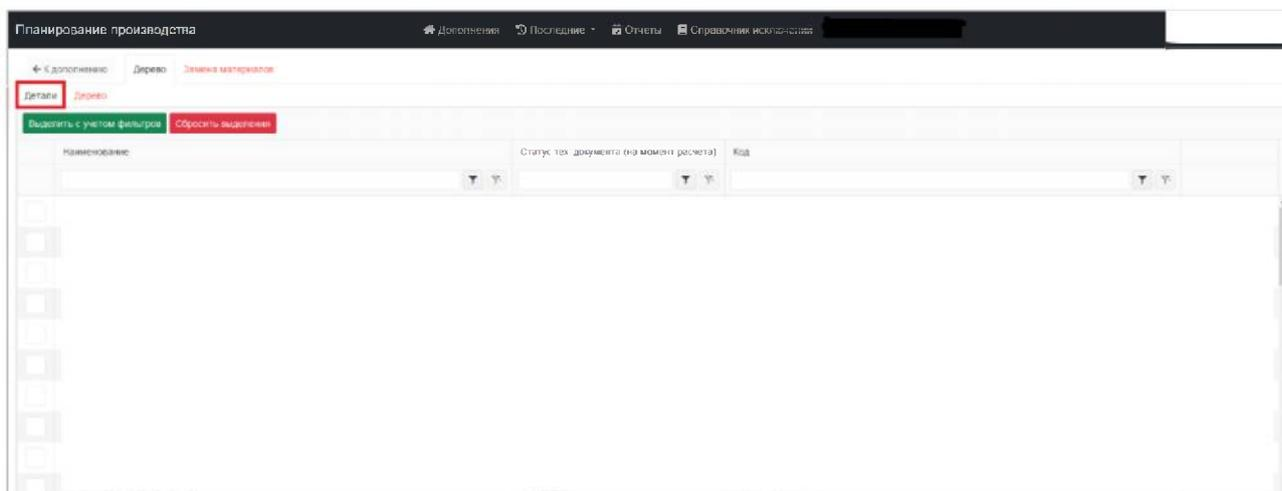

Рисунок 15 – Вкладка «Детали»
1) Вкладка «Детали» (рис. 15) представляет собой список деталей, узлов, технологических процессов, входящих в состав изделия, и имеет три колонки: